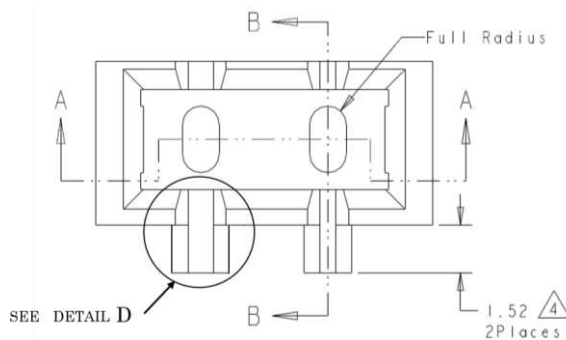

Fig.3 (1/6)
(Fig.3 参照)
④ 自動挿入機を使用する際ハウジングにワイヤ・トリム・サポートがついていること。手動挿入機を使用する際にはハウジングにワイヤ・トリム・サポートがついていなくてもよい。(Fig.3 参照)
6. 電線仮固定の為、ワイヤ・トリム・サポート側ハウジング端にコントロールド・フラッシュをつけてもよい。(Fig.3 参照)